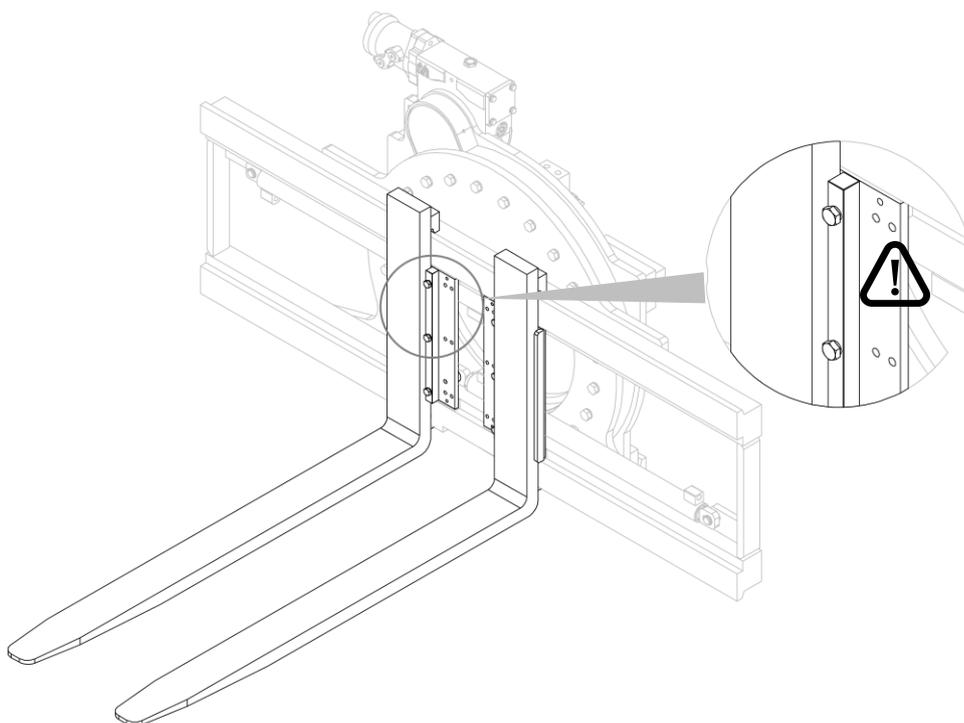

Figura 16
2. Inserta las horquillas y vuelve a apretar los topes (mira *Figura 16*).